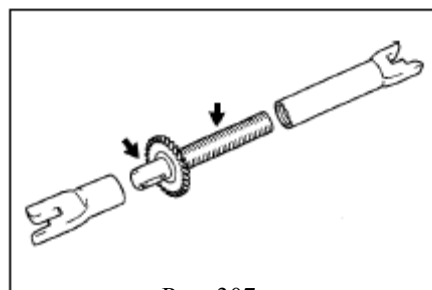

Рис. 307
(1) Нанесите на регулировочный болт термостойкую смазку.(рис. 307)